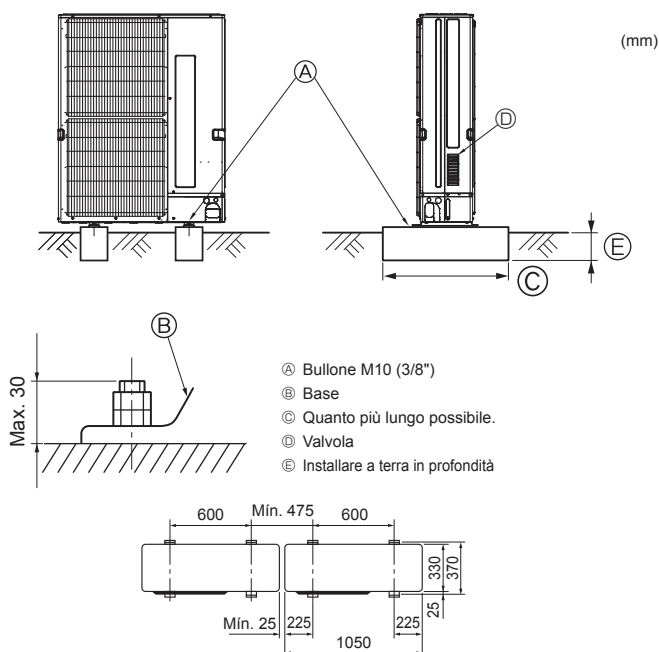

Fig. 3-1
• Assicurarsi di installare l'unità su una superficie solida e in piano, per evitare rumori di sbalzo durante il funzionamento. (Fig. 3-1)